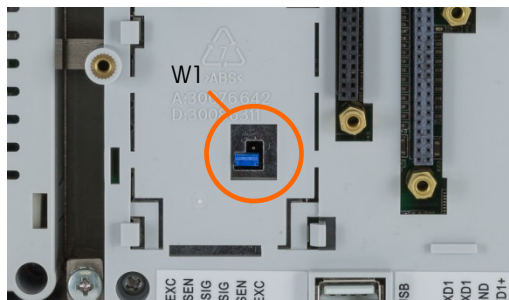
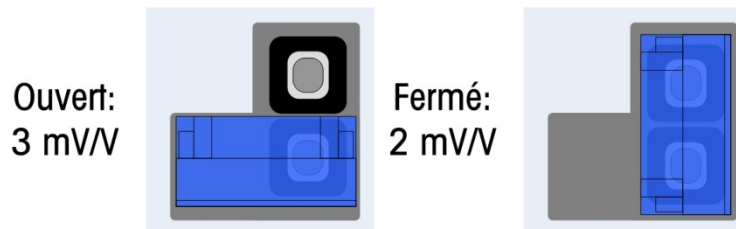

Figure 2-121 : Emplacement du cavalier Millivolt W1, circuit imprimé principal
Figure 2-122 : Positions du cavalier Millivolt W1
La version IDNet de la carte principale de l'IND570 n'est équipée d'aucun cavalier. Un cavalier se trouve sur la carte principale de la bascule analogique IND570 (W1). Ce cavalier sélectionne une exploitation 2 mV/V ou 3 mV/V du circuit analogique. La position usine par défaut se trouve sur 3 mV/V. Reportez-vous à la Figure 2-121 pour l'emplacement du cavalier et à la Figure 2-122 pour les réglages.
- Lorsque vous enlevez le cavalier W1 pour utiliser 3mV/V, repositionnez-le sur une seule des broches comme sur la Figure 2-121 et à gauche sur la Figure 2-122. Si le cavalier n'est pas correctement positionné, le couvercle en plastique recouvrant la carte principale ne s'adaptera pas correctement. Si tel est le cas, ne forcez pas sur le couvercle en plastique. Démontez le couvercle et positionnez le cavalier selon la présentation.